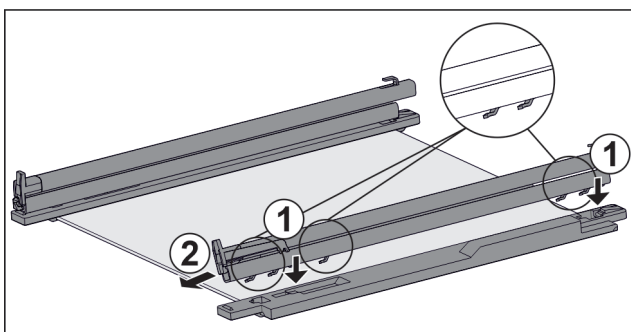

Fig. 69 Lasihytly kiskoilla ja pidikkeillä
- ▶ Aseta kiskon koukku **vasemman** pidikkeen aukoille. Fig. 69 (1)
- ▶ Vedä kiskoa eteenpäin. Fig. 69 (2)
- ▶ Aseta kiskon koukku **oikeanpuolisen** pidikkeen aukoille. Fig. 69 (1)